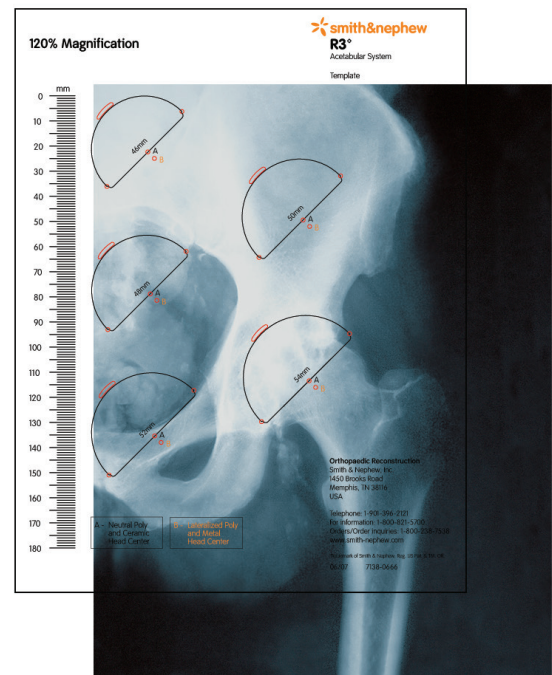

Abbildung 2
Präoperativ sollten Röntgenaufnahmen in anterior-posteriorer (AP) Richtung des Beckens mit zentrierter Symphyse sowie eine AP- und eine laterale Aufnahme der betroffenen Hüfte gemacht werden (Abbildung 2).